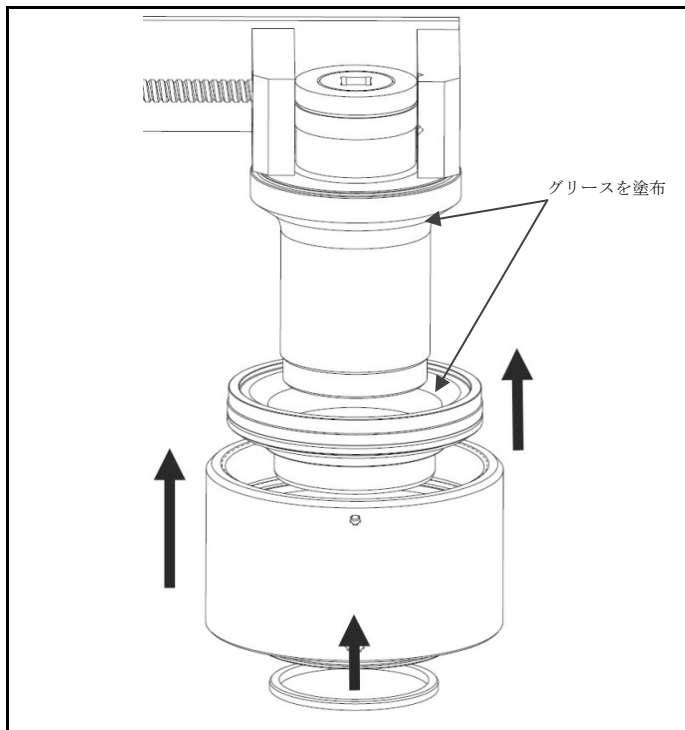

図 4.5 インサートアセンブリ、本体、ベアリングリングのプーラーバーへの取り付け
- a) 本体とインサートアセンブリをスライドさせてプーラーバーに戻すときは、内側面に損傷を与えないように注意します。（図 4.5）